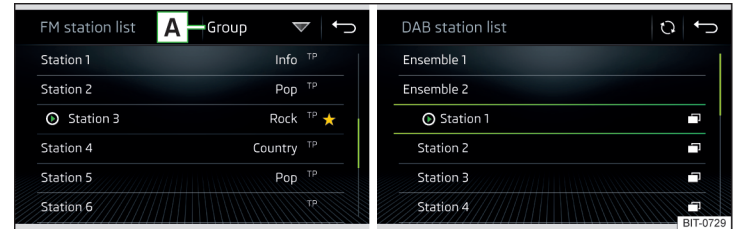

Abb. 136 Beispiel der Liste verfügbarer FM/DAB-Sender
- › Zur **Sortierung** (FM) der Sender in alphabetischer Reihenfolge, laut Gruppe oder Genre, die Funktionsfläche » Abb. 136 antippen » .
- › Zur **Filterung** der Sender nach dem Programmtyp (bspw. Kultur, Musik, Sport u. Ä.) in der FM-Senderliste (bei eingeschalteter RDS-Funktion) und der DAB-Senderliste (bei gewählter alphabetischer Sortierung der Senderliste) die Funktionsfläche » Abb. 136 antippen.
Im Rundfunkbereich **AM** und **DAB** erfolgt die Aktualisierung manuell durch Antippen der Funktionsfläche  » Abb. 136.